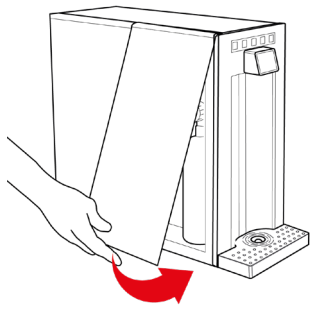

Fig. 2-13
39.4 – Rimontare il pannello laterale, vedi Fig. 2-13. La macchina è pronta per l'uso.